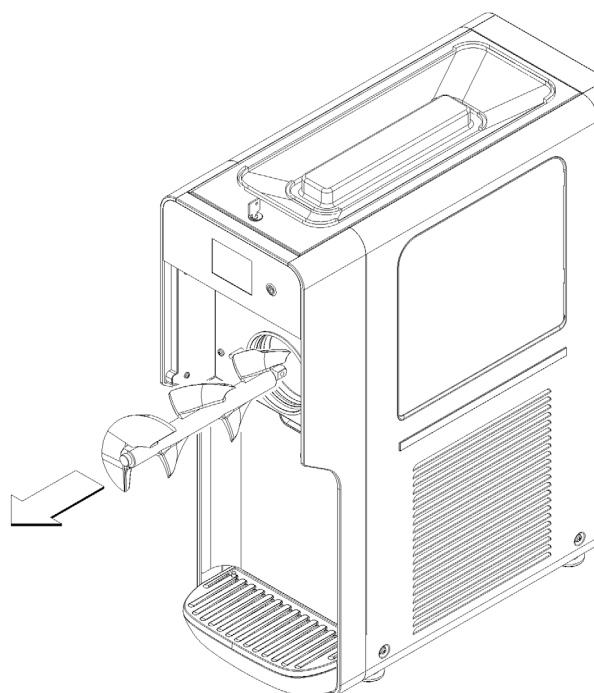

figura 21
- 7** Quite el raspador. (ver figura 21)